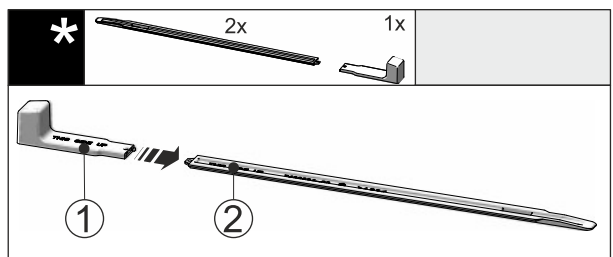

Fig. 49
- Вставте монтажну ручку Fig. 49 (1) на вирівнювальну рейку Fig. 49 (2).